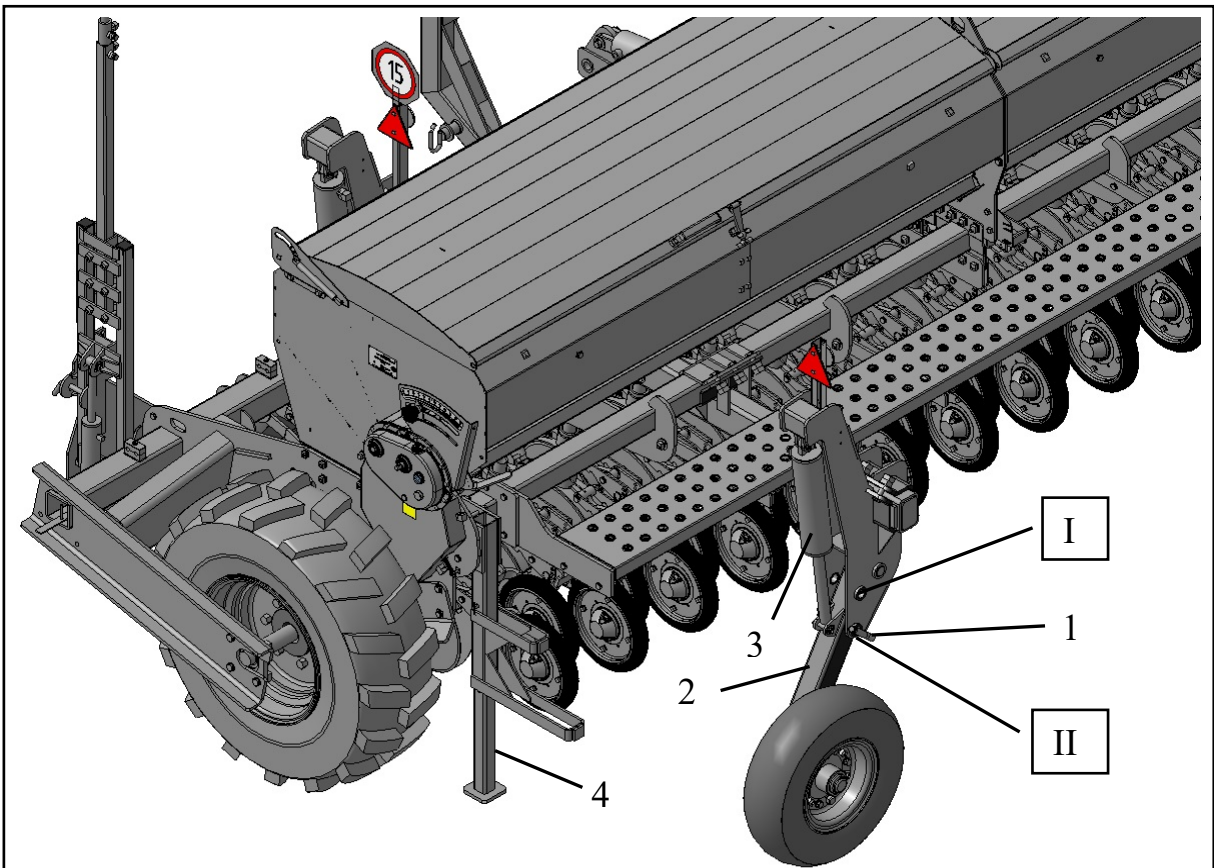

Рисунок 14.1.
- 3) установить сеялку на опоры (4) (одна спереди и две сзади) (рис. 14.1) и отцепить от трактора;
- 8) **ВНИМАНИЕ: извлечь фиксаторы (1) (рис. 14.1) из положения I - "в работе", освободив тем самым стойки (2);**
- 9) с помощью гидроцилиндров (3) поднять сеялку в транспортное положение;
- 10) **ВНИМАНИЕ: установить фиксаторы (1) в положение II - "при транспортировании";**
- 11) переставить три (одна спереди, две сзади) опоры (4) в верхнее положение.
- 1) Установить сеялку на ровную площадку. Зафиксировать от перемещения тремя опорами (одна спереди, две сзади) (4) (рис. 14.1).